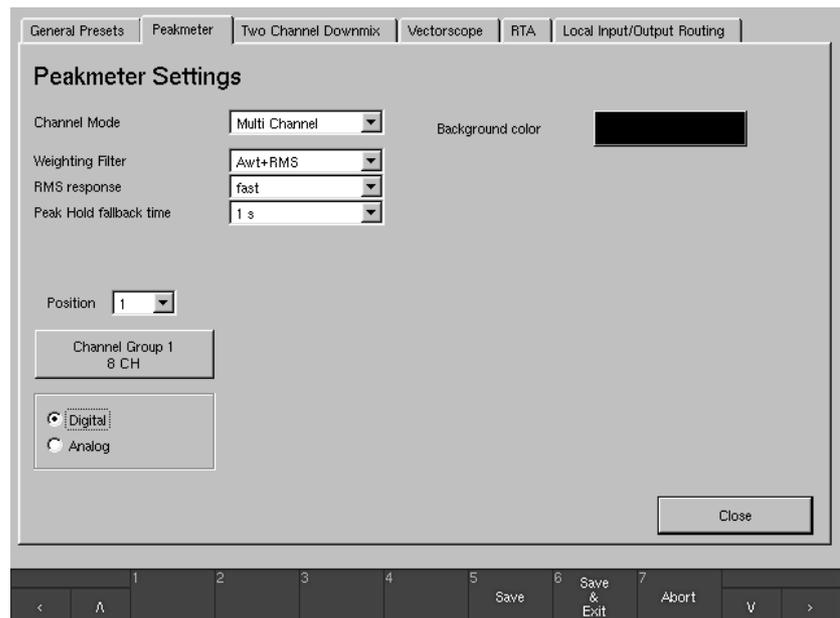

Bild 4-6: Menü-Karteikarte „Peakmeter“ im Channel Mode „Multi Channel“
Siehe Bild 4-6 u. Abschnitt 4.14.
- „Multi Channel“: bis zu 4 Gruppen (siehe Bild 4-6 und Abschnitt 4.14.)